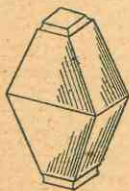

Fig. 179. - Azufre prismático.
a) *Por fusión.* El azufre fundido y enfriado lentamente cristaliza a los 112°C. en agujas prismáticas (sistema monoclinico) (fig. 179);
b) *Por disolución.* La disolución del S en el sulfuro de carbono (S₂C) da por evaporación octaedros ortorrómbicos (fig. 179);